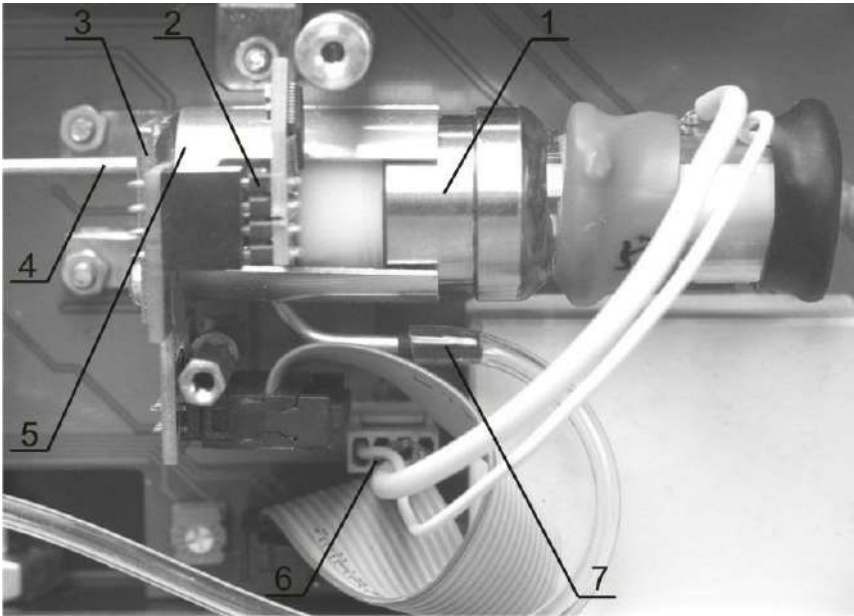

Рис. 11. ФИД
- отсоедините кабели от клеммников (18) и (19);
- отсоедините трубопроводы от штуцеров микронасоса 22, отсоедините кабель питания микронасоса от разъема (9);
- отверните 4 винта крепления крышки (1) и снимите крышку;
- отсоедините кабели от клеммников (18) и (19).
- Проведите замену ФИД (рис. 11). Для этого:
- отсоедините входной (4) и выходной (7) штуцеры от трубопроводов;
- отсоедините разъём питания лампы ФИД (6);
- ослабьте винт хомута (на рис. 11 не показан) и снимите его, сдвинув в сторону лампы ФИД;
- извлеките ФИД из стакана-держателя (5), потянув ФИД за кольцо (1). При извлечении из держателя ФИД отключается от внешних цепей отсоединением разъёма (2) от переходной платы (3).